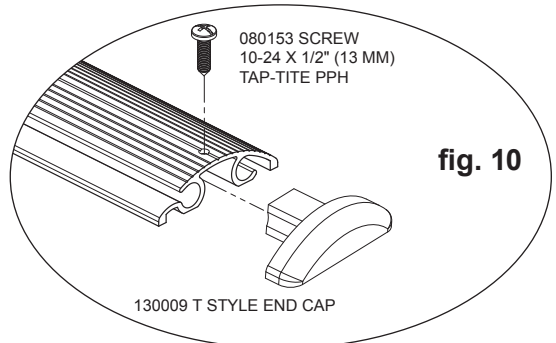

fig. 10
5.4 Install the end cap. (fig. 10)